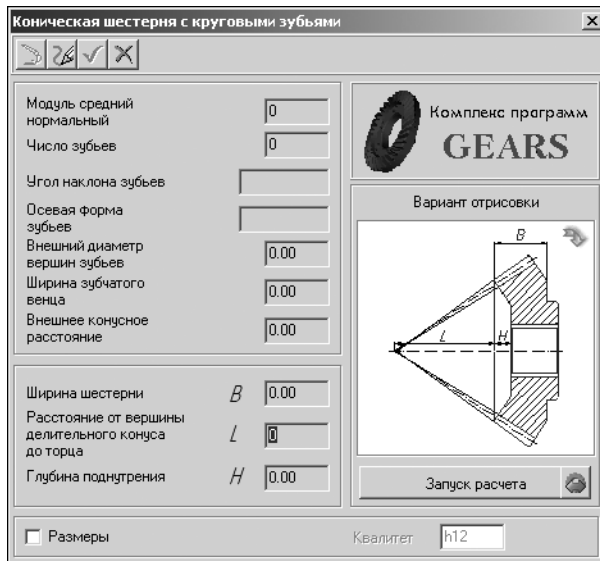

Рис. 4.50.
2. В раскрывшемся дополнительном меню со списком элементов механических передач выберите команду **Шестерня конической передачи с круговыми зубьями**. Откроется окно, в котором нужно задать параметры для расчета (рис. 4.50). В верхней части окна находится панель инструментов. Она содержит кнопки вызова команд управления изображением проектируемого элемента (см. табл. 3.2 на стр. 34).
- ▼ двойным щелчком мыши по пиктограмме ступени откройте окно **Коническая шестерня с круговыми зубьями** (см. рис. 4.50 на с. 74);